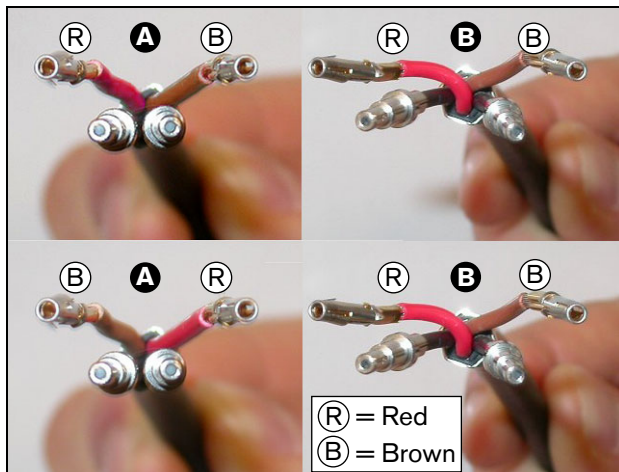

Abbildung 29.31: Position der Kupferdrähte und LWL
- 26 Prüfen Sie, ob die Kupferdrähte und Kunststofflichtwellenleiter korrekt angeordnet sind (siehe Abbildung 29.31).